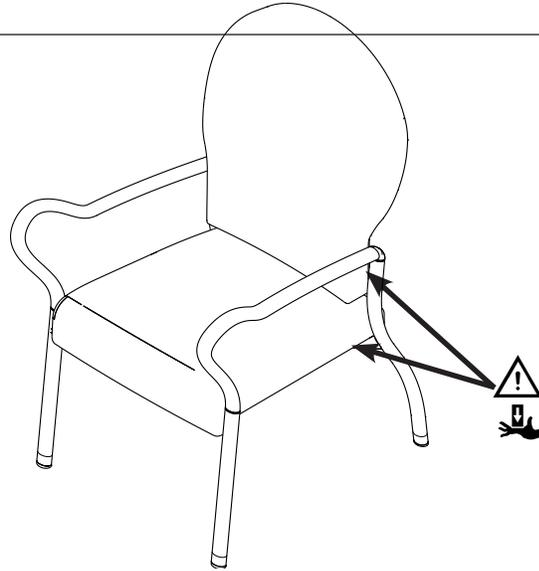

Figure 4 : Points de pincement Comfort-Flex
- En utilisant les modèles Comfort-Flex 4855 et 4856, tenir les extrémités éloignées des points identifiés dans la figure 4, en raison de la présence de points de pincement éventuels pouvant entraîner des blessures mineures ou modérées.